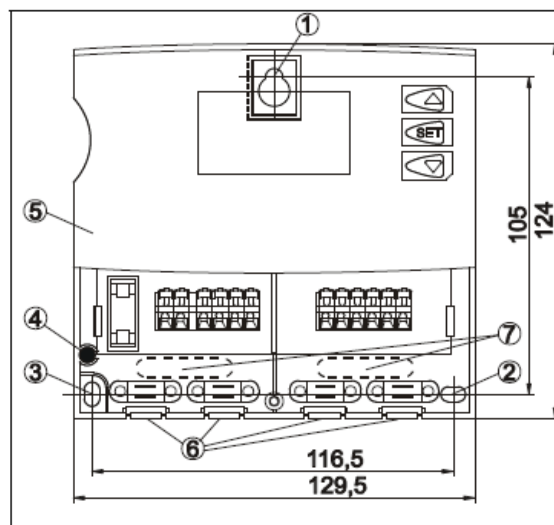

Fig. 1
Det inre locket (fig. 1, pos. 5) skyddar regulatorns elektronik och får inte tas bort vid installationen. Montera först en skruv i väggen och häng därefter upp TR0301, (fig. 1, pos. 1) markera var de andra skruvarna ska sitta (fig. 1, pos. 2 och 3).
Anslutande kablar till TR0301 matas via undersidan (fig. 1, pos. 6) Använd en avbitartång eller kabelkniv för att ta ur kabelingångarna i lådan. Se fig. 2.
Garantitid är 2 år och gäller vid normalt handhavande, gäller EJ om ingrepp görs i solautomatikens elektronik under det inre locket (fig. 1, pos 5.). Garantin gäller ej för skador orsakade av åska.